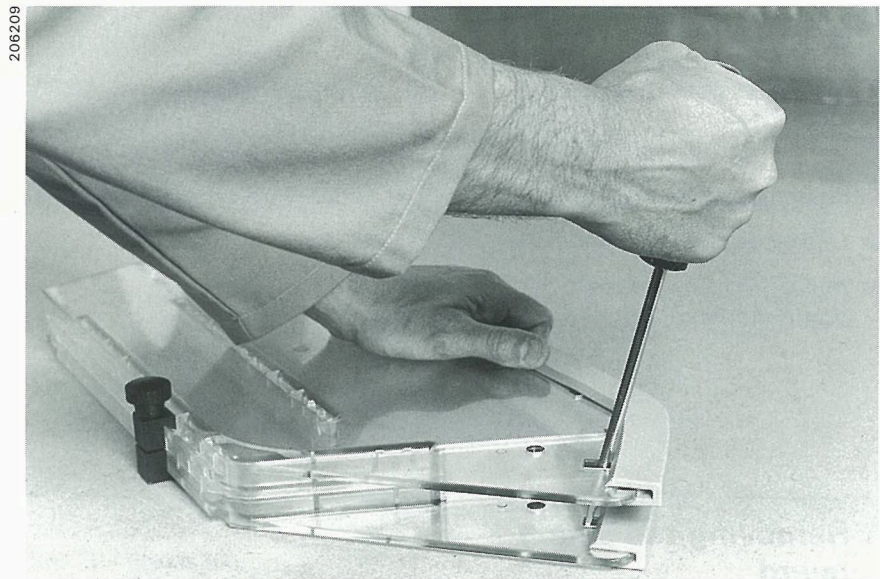

Bild 23 / Figure 23
- Schraubenzieher (Grösse 5) in die dafür vorgesehenen Öffnungen in der Schutzhaube einführen und die Schienen von der Schutzhaube abdrücken (Bild 23).
- *Introduire un tournevis (taille 5) dans les ouvertures de la cape prévues à cet effet et enlever les rails de la cape par pression (figure 23).*
- Remove the safety guard (see page 12, item 1).
- Insert screwdriver (size 5) into slots provided in safety guard and force rails off safety guard (Fig. 23).